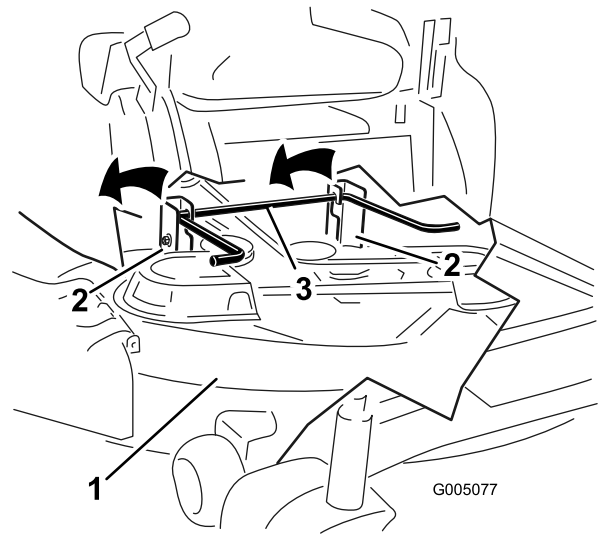

Figura 56
- Eleve la parte trasera de la carcasa de corte y coloque las pletinas de suspensión sobre la varilla de elevación trasera (Figura 56).